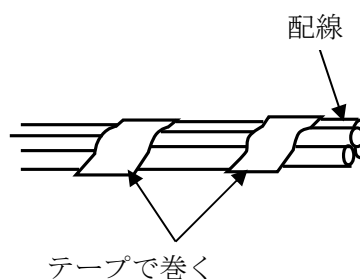

図11-6
- (注) 配線溝を通すときは、必要部分をテープ巻きする。(図11-6)